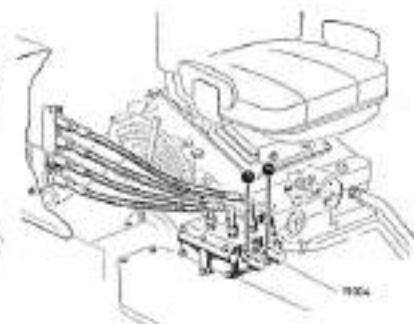

Figure 56
- c) 4 raccords pour conduits haute pression, 2 distributeurs à double effet (Fig. 56)